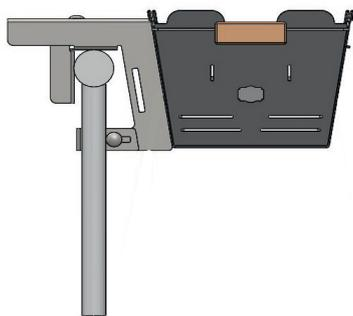

Abb. 6: Knister Grill montiert
am Balkon eine Mittelstrebe vorhanden ist, kann der Schiebebügel auch am untersten Punkt der Balkonhalterung (9) befestigt werden, um die Mittelstange zu umschließen (Abb. 3/Abb. 6). Zur Befestigung an einer Mittelstange muss noch die Sechskantmutter (5a) und die Linsenkopfschraube (5b) in der vorgesehenen Vorrichtung (6) festgezogen werden.
Die Balkonhalterung passt für alle Knister Varianten im zusammen- oder ausgefahrenen Zustand. Hängen Sie den Knister Grill an die Balkonhalterung in die dafür vorgesehene Halterung für den Grill (10) (Abb. 6). Ziehen Sie vor der Benutzung alle Schrauben richtig fest und testen Sie, ob auch alles stabil am Geländer montiert ist. Nun können Sie die Kohle anheizen und die Roste einsetzen.